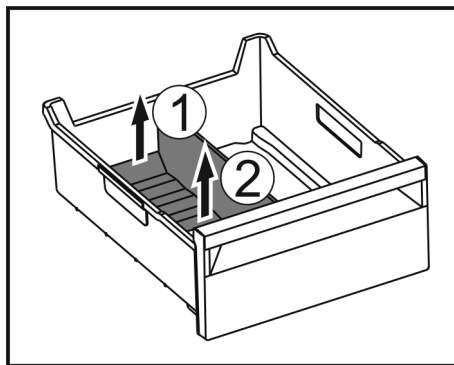

Fig. 144
- ▶ Zdvihnite zadnú časť oddelovača zásuvky na ľad. Fig. 144 (1)
- ▶ Odoberte oddelovač zásuvky na ľad nahor. Fig. 144 (2)